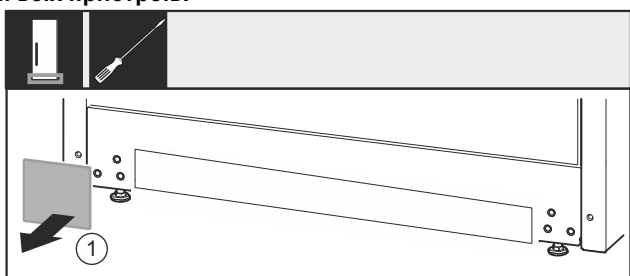

Fig. 35
- ▶ Зніміть кришку Fig. 35 (1).